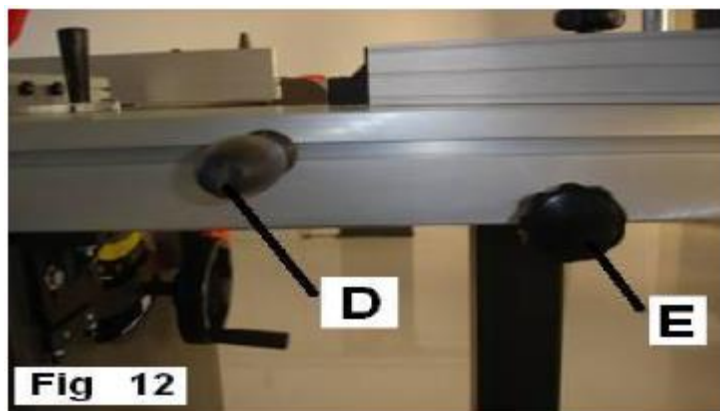

Рис.16
1. Вставить в Т-образный паз каретки гайку М12 х 1,75 и вернуть в нее нажимную рукоятку, затянув (D) **Рис.16** рожковым ключом на 17 мм.
2. Вставить в каретку звездообразную рукоятку (E) **Рис.16** и зафиксировать гайкой М10 с другой стороны.